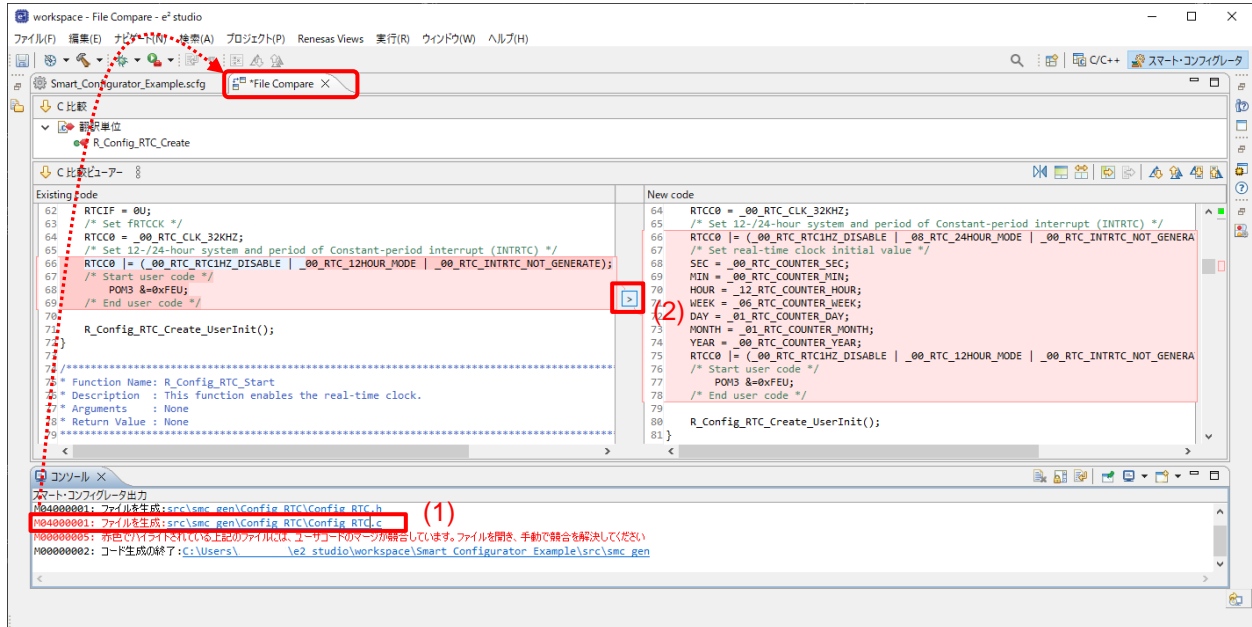

図 11-4 生成コードの競合解決前
- (1) コンソールメッセージの競合ファイルをクリックし、[File Compare] ビューを開きます。(図 11-4)
- (2) 図 11-4 のように、矢印  をクリックし左側パネルのコードを右側パネルにコピーします。